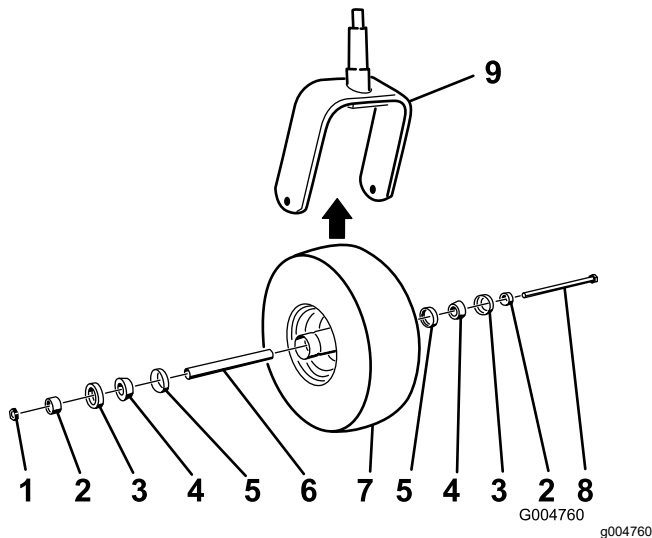

Figura 48
2. Retire la contratuerca del perno (Figura 48).
5. Ensamble la rueda giratoria presionando los cojinetes cónicos y las juntas, llenos de grasa, sobre el cubo de la rueda, según se muestra en Figura 48.